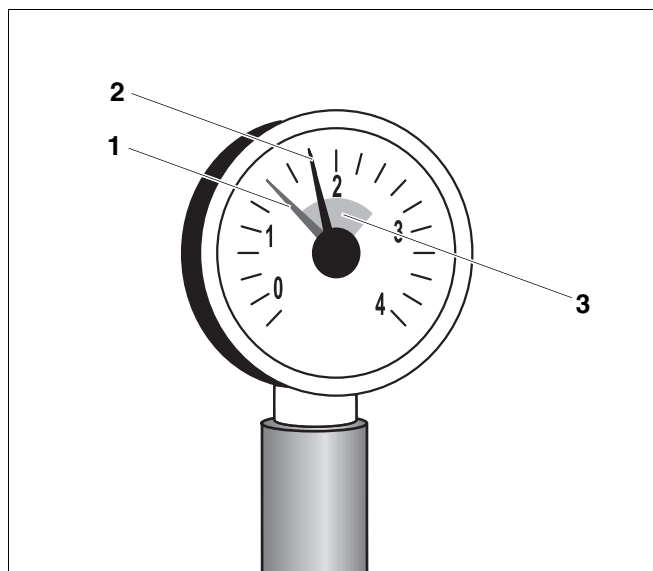

Рис. 7 Манометр для закрытых установок
В закрытых установках стрелка манометра (рис. 7, поз. 2) должна находиться в зеленой зоне (рис. 7, поз. 3).
Красная стрелка манометра (рис. 7, поз. 1) должна быть установлена на требуемое давление. Это давление устанавливает наладчик.
- Проверьте, находится ли стрелка манометра (рис. 7, поз. 2) в зеленой зоне (рис. 7, поз. 3).
Если стрелка (рис. 7, поз. 2) не доходит до зеленой зоны (рис. 7, поз. 3), то давление воды слишком низкое. Необходимо восполнить потерю котловой воды, долив подпиточную воду. Для заполнения отопительной установки используйте только необработанную водопроводную воду.
- Заполняйте установку подпиточной водой через кран для заполнения и слива до тех пор, пока стрелка манометра (рис. 7, поз. 2) не перейдет в зеленую зону (рис. 7, поз. 3).